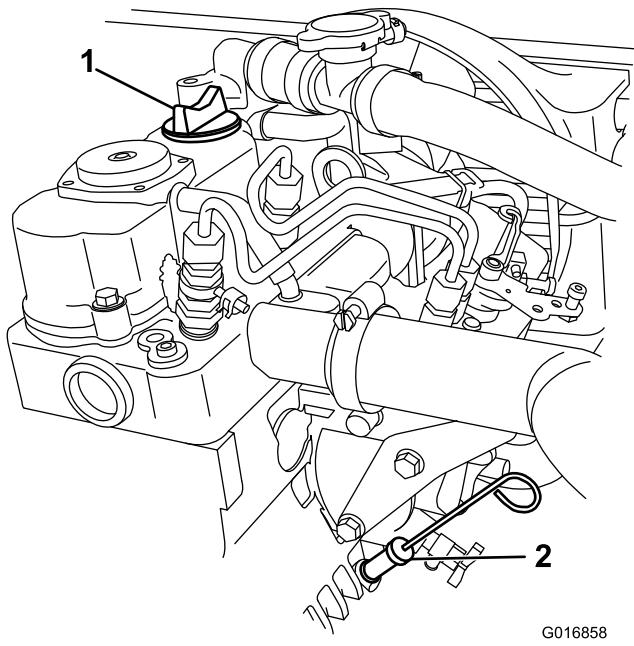

Figura 36
- Pulite la zona circostante l'asta di livello dell'olio e il tappo di riempimento e rimuovete l'asta (Figura 36).